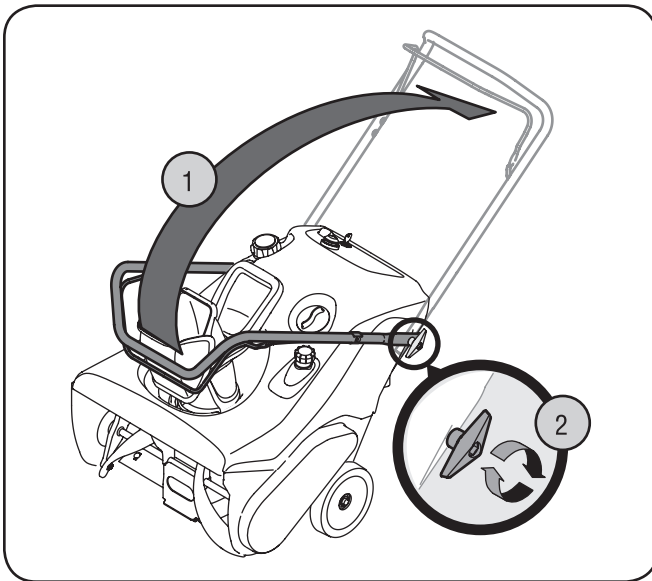

Figura 3-1
1. Gire la manija superior hasta la posición de operación, como se ilustra en la Figura 3-1 hasta que quede en su lugar, cuidando de no pellizcar el cable en el proceso.
2. Apriete las perillas a mariposa para ajustar la manija en su lugar como en la Figura 3-1.